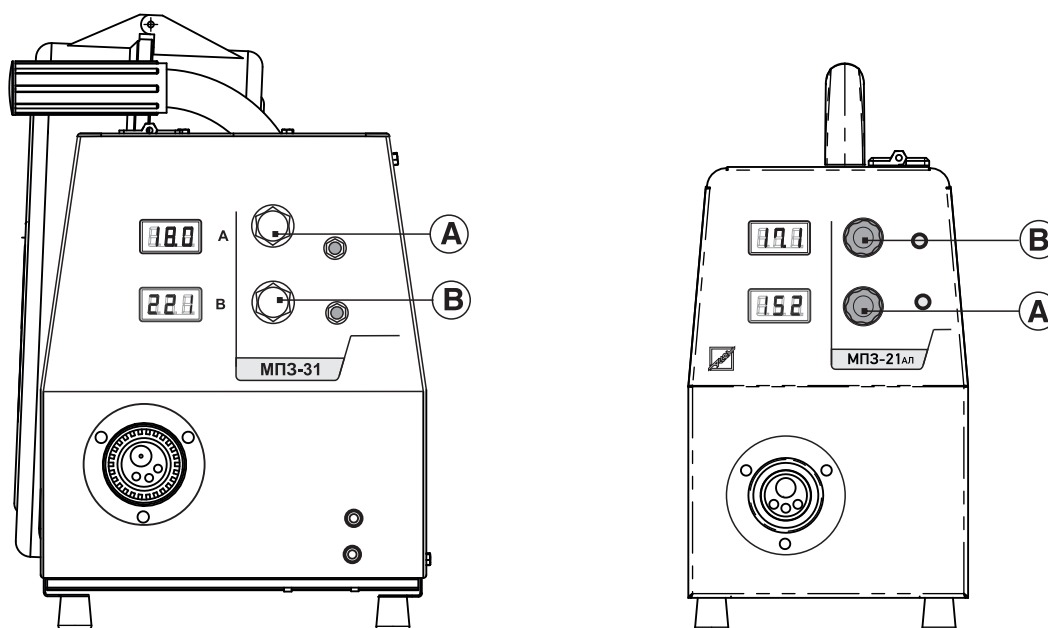

рис. 6.7
6.2.5. Основные параметры режима сварки регулируются с панели механизма подачи сварочной проволоки (рис.6.7) и отображаются на дисплеях аппарата.